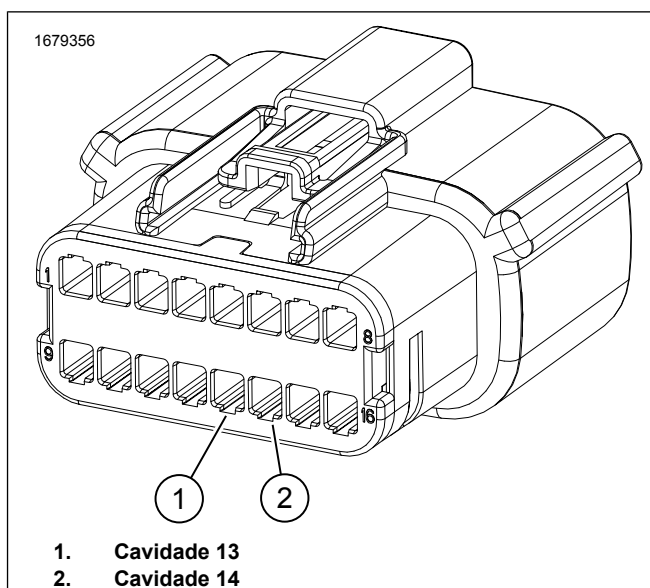

Figura 3. Conector de 16 pinos C288_1
4. Veja a figura 3. Remova os plugues das cavidades 13 e 14 do conector [C288B_1].